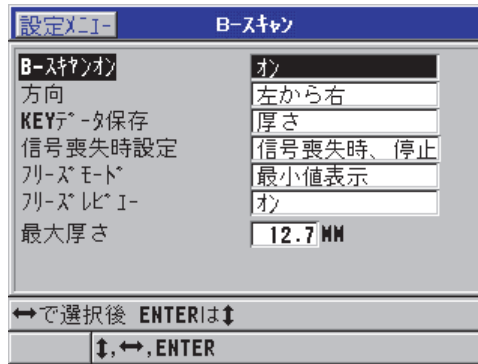

図 9-4 B- スキャンパラメーターの変更
B-スキャンは、B-スキャン画面で設定することができます（168 ページの図 9-4 を参照）。この画面には、[設定] を押した後メニューから B-スキャンを選択してアクセスします。
1. B- スキャン画面（168 ページの図 9-4 を参照）で、KEY データ保存を厚さ +B- スキャンに設定します。